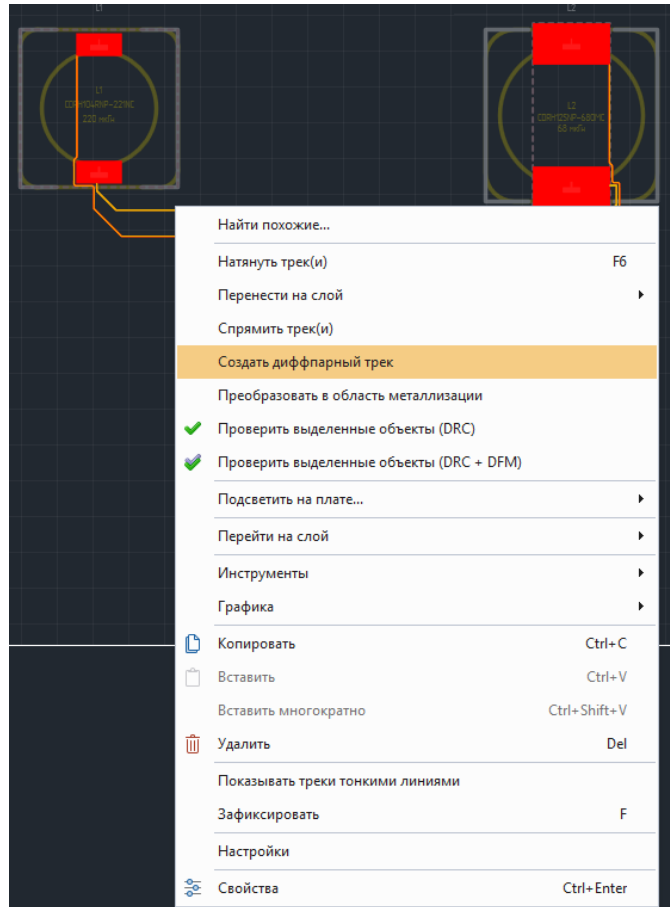

Рис. 316 Создание дифференциального трека
4. Выделить все сегменты созданного ранее дифференциальной пары и из контекстного меню выбрать пункт «Создать дифференциальный трек», см. Рис. 316.